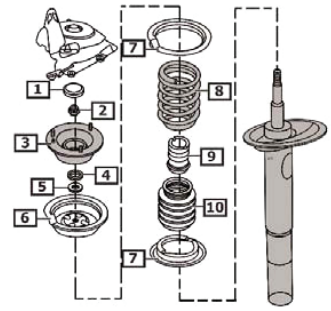

Fig. 6:
- **Fig. 6** Kolbenstangenmutter mit Spezialwerkzeug entfernen, Anbauteile und Feder entnehmen.
- **Fig. 6** Use special tool to remove piston rod nut; remove add-on parts and spring.
- **Fig. 6** Enlever l'écrou de la tige de piston avec un outil spécial. Enlever les composants et le ressort.
- **Fig. 6** Retirar la tuerca del vástago del pistón con la herramienta especial, extraer las piezas adicionales y el muelle.
- Fig. 6** Original Stützlager formschlüssig aufsetzen.
- Fig. 6** Place original support bearing on spring in correct (positive) position.
- Fig. 6** Mettre correctement en place le palier de soutien d'origine.
- Fig. 6** Colocar correctamente el cojinete de apoyo original.